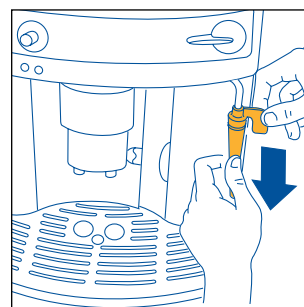

Fig.26
- Togliere l'ugello vapore dal tubo erogazione tirandolo verso il basso (fig. 26).